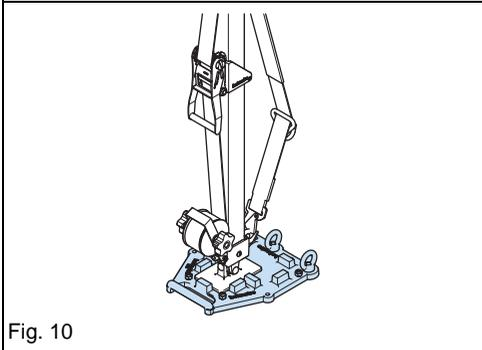

Fig. 10
- Si el suelo es demasiado blando, ponga la placa de soporte de la base debajo de ésta. Consulte la sección 3.5 y Fig. 10.